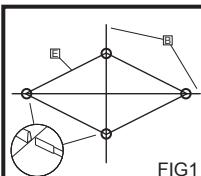

FIG1
2. Skyv stengene inn i kanalene. (FIG1)